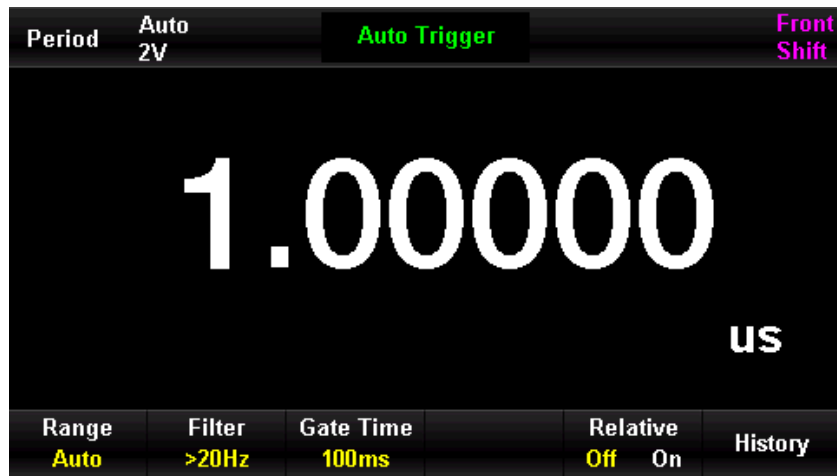

Abbildung 2-28 Menü zur Signalperiodenmessung
2. Drücken Sie die Taste **Shift** auf dem Bedienfeld und dann die Taste **Hz**, um das Menü zur Messung der Signalperiode aufzurufen, wie in Abbildung 2-28 gezeigt.